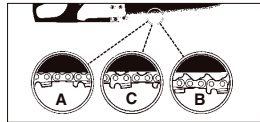

Fig. 5
⚠ PRECAUCIÓN: Si la cadena de sierra está DEMASIADO FLOJA o DEMASIADO APRETADA, la rueda, la espada, la cadena y los cojinetes del cigüeñal se desgastarán más rápidamente. Consulte la Fig. 5 para obtener información relativa a la tensión en frío correcta (A), tensión en caliente correcta (B) y a modo de guía para saber cuándo es necesario ajustar la cadena de sierra (C).